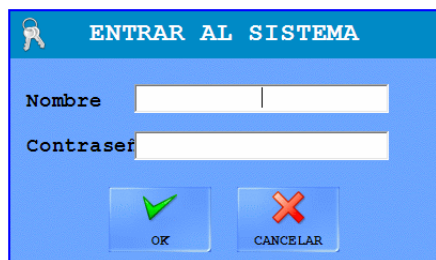

Figura 2: Ventana de inicio de sesión
2. Haga clic en el recuadro emergente para mostrar la ventana de inicio de sesión (consulte Figura 2).